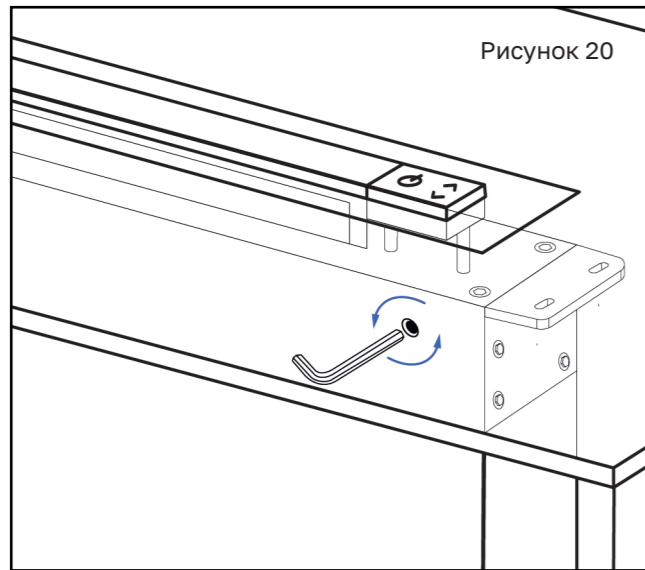

Рисунок 20
8. Ослабьте винт, удерживающий кнопочный блок. Аккуратно поднимите блок кнопок на высоту, превышающую толщину столешницы на 10 мм. Затяните винт, удерживающий блок кнопок. (Рисунок 20, 21)